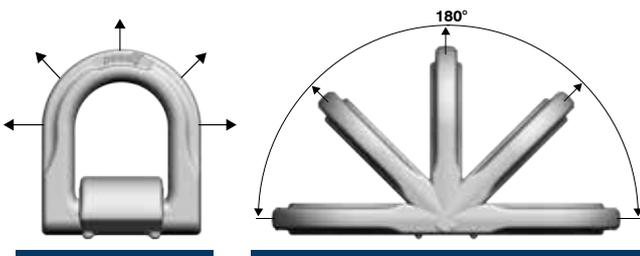

Bild 1: erlaubte Belastungsrichtungen die bei bestimmungsmäßigem Gebrauch auftreten können.
- Die Belastung darf nur in der vorgegebenen Richtung (Bild 1 unter Punkt 2 dieser Anleitung) mit der maximalen Zurrkraft lt. Tabelle 1 und unter Berücksichtigung der unter Punkt 2 angegebenen Einsatzbedingungen erfolgen
**Belastung:** Die Belastung darf nur in der vorgegebenen Richtung (Bild 1) mit der maximalen Zurrkraft lt. Tabelle 1 und unter Berücksichtigung der hier angegebenen Einsatzbedingungen erfolgen.
- Zugrichtung nicht im vorgegebenen Bereich lt. Bild 1 liegt.